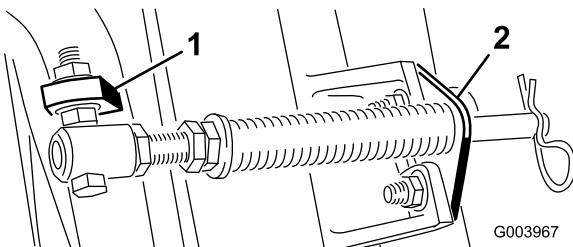

Figure 6
Remarque: Placez la tête du boulon sur le côté extérieur de la patte, comme montré à la Figure 6.
- D. Montez le support de tige sur les pattes du plateau de coupe à l'aide des boulons de carrosserie et des écrous (Figure 6).